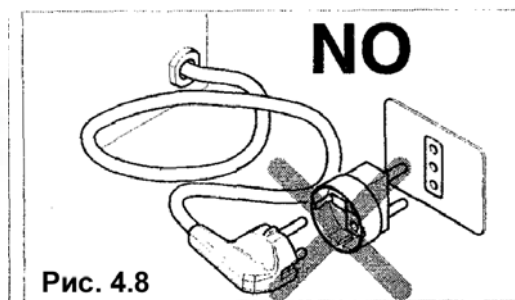

Рис. 4.8
- Розетки, не подходящие для этой вилки, необходимо заменить (рис. 4.8).